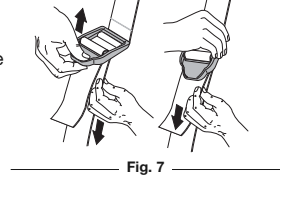

Fig. 7
4. Ajustez la longueur pour l'adapter à la taille de l'utilisateur. Tirez sur la languette pour la rallonger ou tirez la sangle pour la raccourcir (Fig. 7).